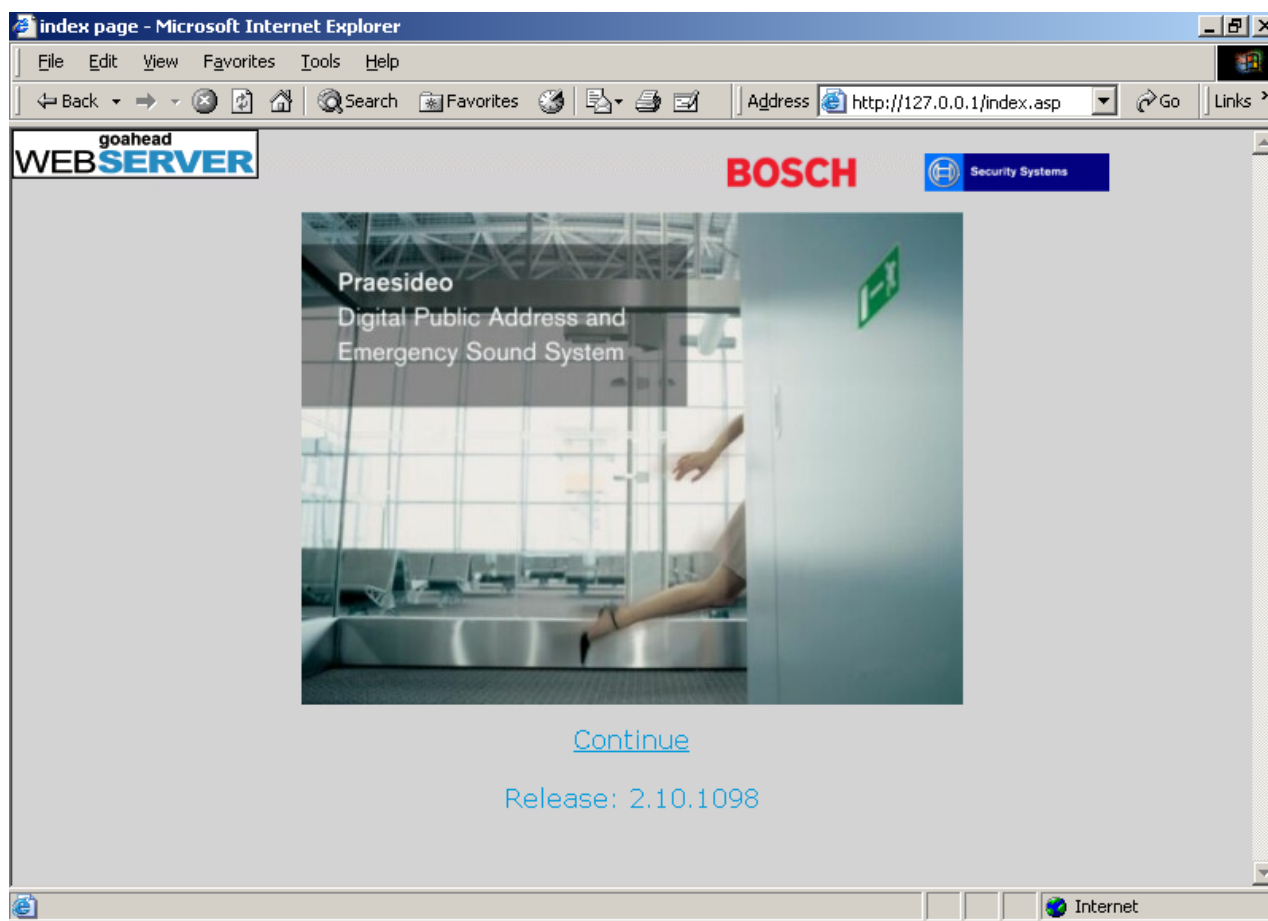

figura 29.1: Pagina iniziale dell'interfaccia web di Praesideo
- 3 Fare clic sul pulsante *Go* in fondo alla barra degli indirizzi. Appare una schermata simile a quella in figura 29.1.
- 2 Fare clic sul pulsante *Offline Config*. Appare una finestra in cui è possibile scegliere il file di configurazione che verrà utilizzato per la configurazione non in linea. È inoltre possibile creare un nuovo file di configurazione vuoto. Dopo aver fatto clic sul pulsante *OK* appare una schermata simile a quella in figura 29.1. La connessione alla versione non in linea dell'interfaccia web è simile a quella all'interfaccia web "reale".